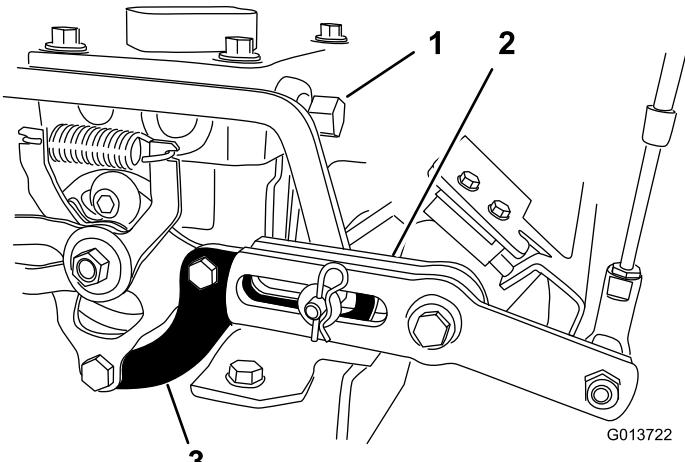

Figure 4
1. Retirez les deux écrous et boulons fixés au bras de pompe (Figure 4). Mettez ces fixations de côté.
2. Déposez le bras de pompe de la fourche (Figure 4).